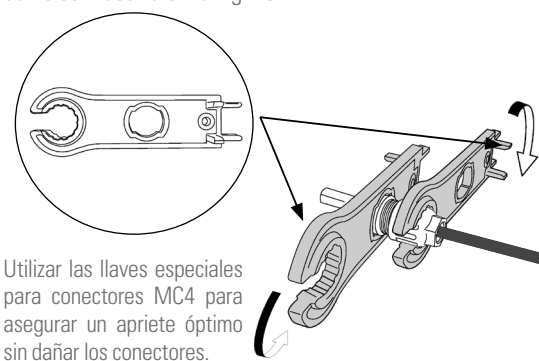

Fig. 25. Empleo llave de boca.
- f. Utilizar una llave de boca para atornillar la tuerca hasta el final y asegurarse de que el terminal esté bien sellado, como se muestra en la Fig. 25: